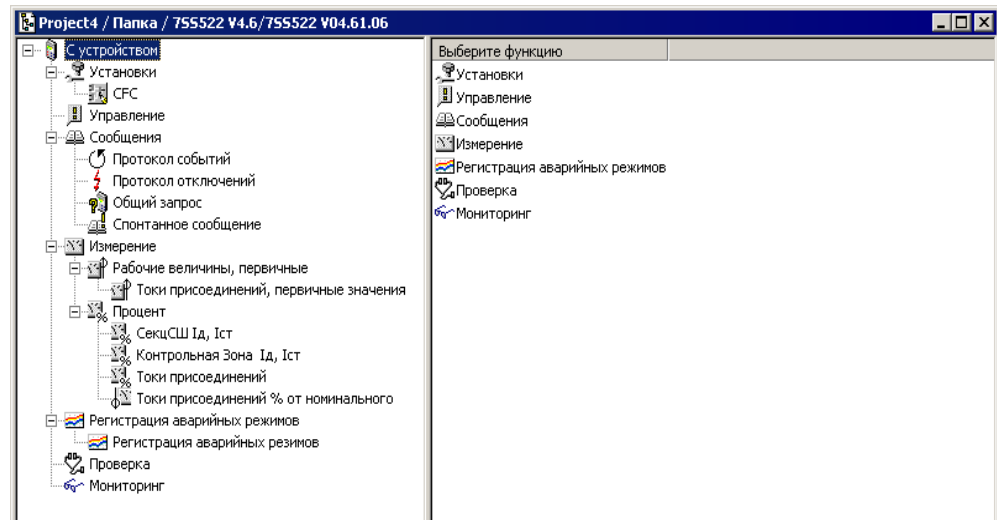

рис. 6-1 Группы сообщений в DIGSI Device Configuration
- В навигационном окне DIGSI Device Configuration (Конфигурация устройства) щелкните по папке **С устройством**. При этом откроется перечень рабочих функций, содержащихся в устройстве (рис. 6-1, стр. 229).